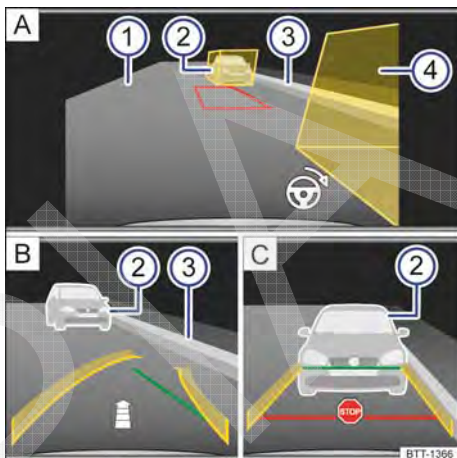

Fig. 196 Exibição do display do rádio ou do sistema de navegação: câmera de marcha a ré, modo 2.
Legenda para Fig. 196
5. Posicionar o veículo a uma distância de aproximadamente um metro paralelamente à fila de estacionamento, de modo que as caixas de auxílio exibidas reconheçam todos os obstáculos → Fig. 196 . Não pode haver obstáculos na área entre as caixas de auxílio. Recomendação: se houver, o alinhamento na limitação/veículo dianteiro, ou seja, o veículo que estiver estacionado deve estar totalmente dentro da caixa de auxílio amarela.
8. Girar o volante até que o trapézio vermelho se movimente entre as caixas de auxílio e até a moldura ficar verde. O posicionamento do trapézio verde pode ser feito por meio da marcação do espaço para estacionamento. Manter o volante nesta posição. O símbolo de volante na canto inferior direito do display → Fig. 196  indica ao condutor o movimento do volante necessário durante todo o processo de estacionamento.
9. Conduzir para trás vagarosamente sem girar o volante até que seja exibido o símbolo para parar. **OU:** até que a guia lateral verde curva coincida com o limite lateral da vaga de estacionamento, por exemplo, meio-fio . Uma seta → Fig. 196  indica, dependendo da quantidade de segmentos representados, o trecho aproximado para trás que ainda deve ser conduzido.
13. Continuar conduzindo para trás, vagarosamente, até que o símbolo de parar → Fig. 196  seja exibido. **OU:** parar o veículo o mais tardar ao atingir a guia vermelha de delimitação traseira, por exemplo, veículo estacionado  . Se necessário, alinhar o veículo paralelamente à pista.